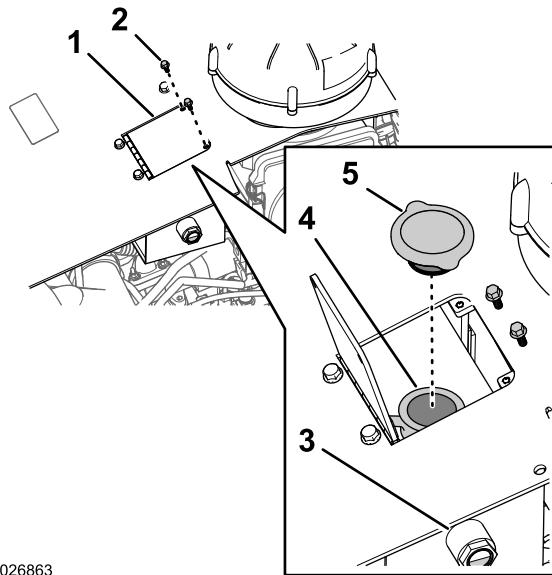
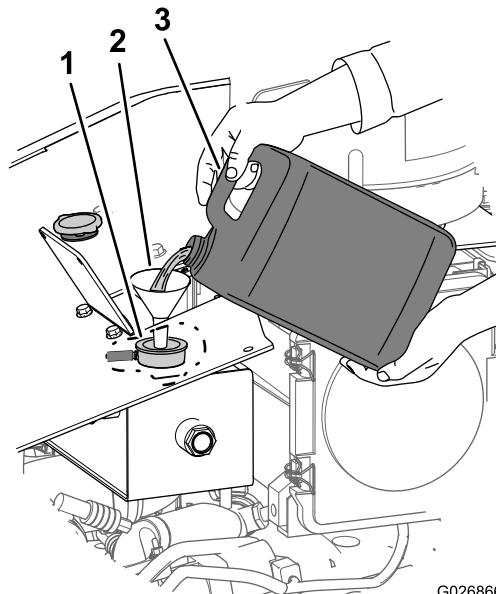

Figure 98
Figure 105
4. Contrôlez le niveau de liquide de refroidissement à travers le regard de niveau situé sur le côté du vase d'expansion (Figure 98).
- A. Retirez les 2 boulons à tête hexagonale qui fixent la trappe au capot de la machine, et ouvrez la trappe du vase d'expansion (Figure 98).
- B. Enlevez le bouchon du vase d'expansion et faites l'appoint de liquide de refroidissement jusqu'à ce que le niveau de liquide atteigne le centre du regard (Figure 98).
2. Retirez les 2 boulons à tête hexagonale qui fixent la trappe du vase d'expansion au capot de la machine et ouvrez la trappe (Figure 98).
3. Retirez le bouchon du vase d'expansion (Figure 98).
1. Retirez le bouchon du vase d'expansion (Figure 98).
2. Remplissez le circuit de refroidissement du mélange spécifié (Figure 105) jusqu'à ce que le niveau de liquide soit à mi-hauteur du regard de niveau (Figure 98).
3. Remettez en place le bouchon du vase d'expansion (Figure 98).
7. Refermez la trappe du vase d'expansion et fixez-la avec les 2 boulons à tête hexagonale (Figure 98) que vous